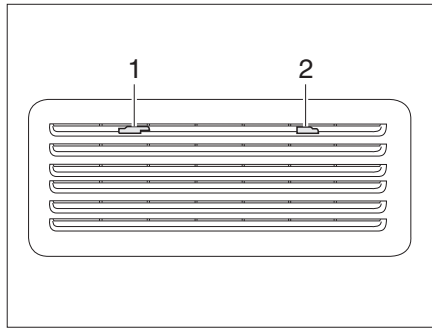
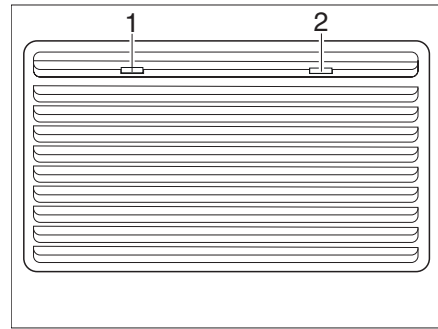

Bild 232 Kühlschrank-Lüftungsgitter (Thetford)
Bild 233 Kühlschrank-Lüftungsgitter (Thetford groß)
- Arretierungen (Bild 232,1 und 2 bzw. Bild 233,1 und 2) zur Mitte schieben.